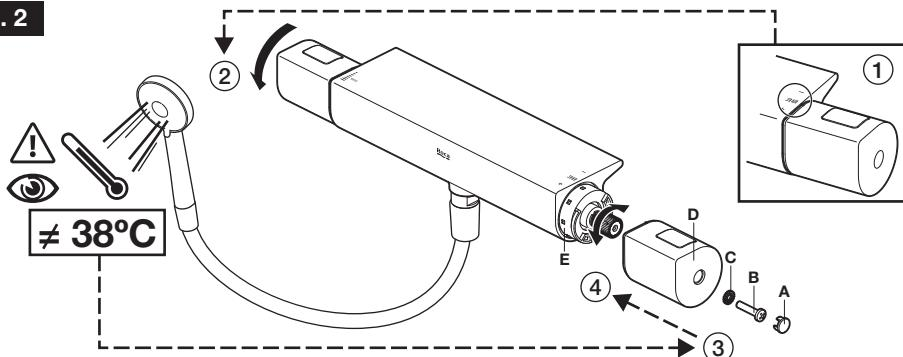

Fig. 3
- 3) Con el mando de temperatura alineado según el paso 1, quitar la tapa (A) del mando de temperatura haciendo palanca y extraer el tornillo (B) y la arandela (C). Extraer la cruceta de temperatura (D) y el casquillo de límite de recorrido (E).
- 5) El montaje se efectúa en orden inverso (Fig. 3). Es importante montar los componentes en el orden y posiciones indicados.